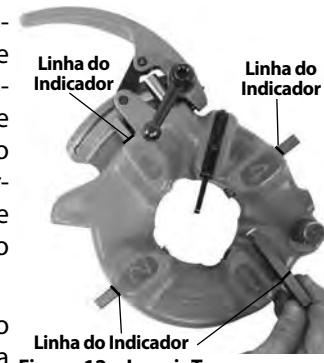

Figura 12 – Inserir Tarrazas
- Insira as tarraxas adequadas na cabeça de rosar até a linha do indicador estar alinhada com a extremidade da cabeça de rosar (consulte Figura 12). Os números das tarraxas têm de corresponder aos das ranhuras na cabeça de rosar. Substitua sempre as tarraxas em conjunto - não misture tarraxas de conjuntos diferentes.